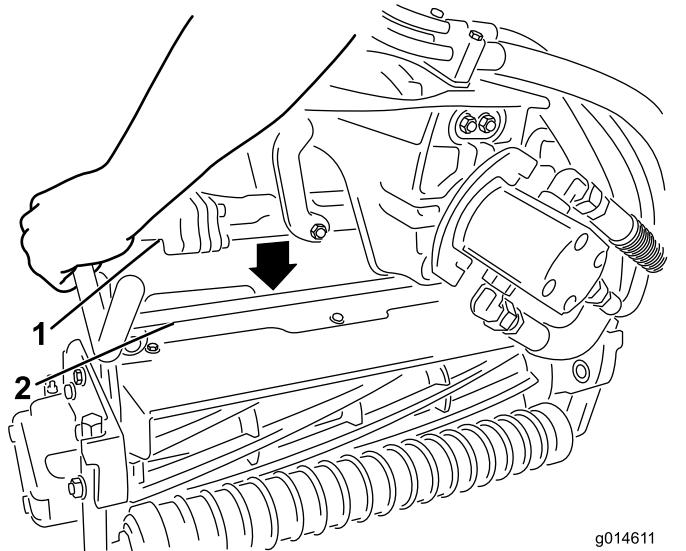
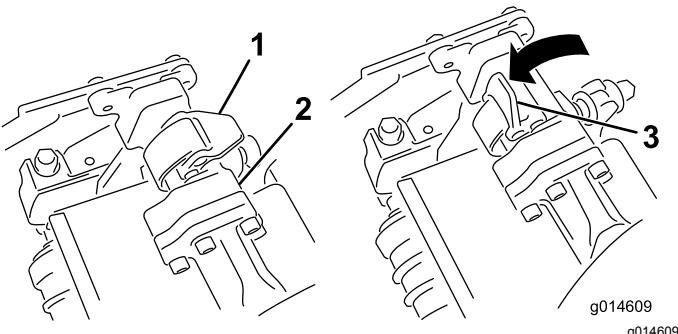

图30
图29
4. 向下并绕着滚刀组横杆关闭闩锁将它们锁定到位图29。
3. 当悬挂臂杆上的闩锁指向上方即打开时图29向下压悬挂臂使悬挂臂杆与滚刀组上方的支架相契合图30。
4. 打开您正在拆下的滚刀组悬挂臂上的闩锁 图29。